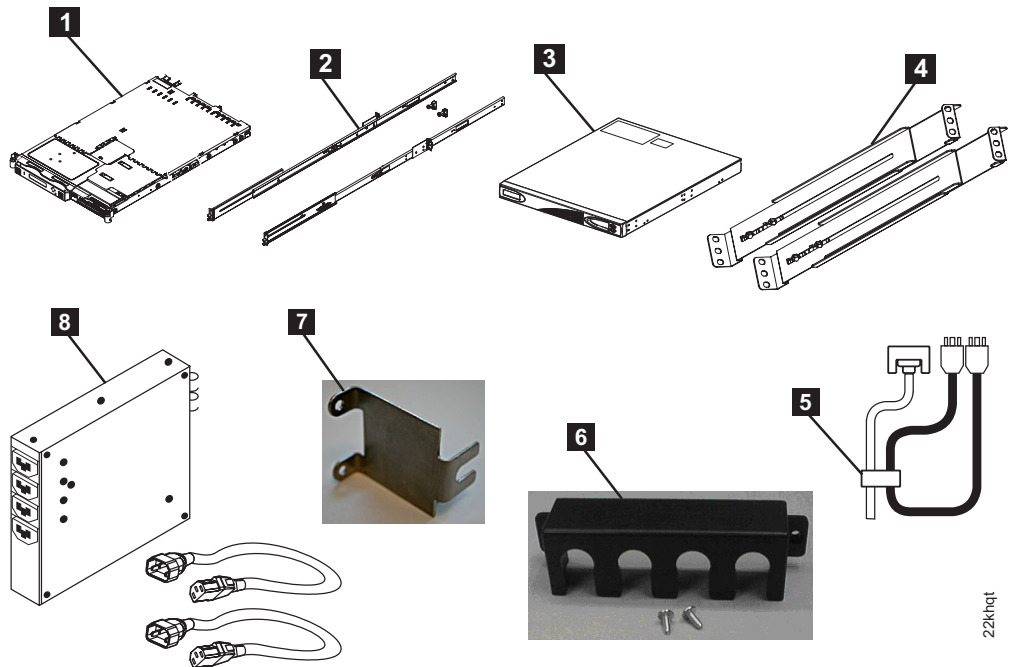

図 10. ラックへの SAN ボリューム・コントローラー・ハードウェアの取り付け用に提供される品目
2. 図 10 に示す部品を参照してすべての部品と数量をチェックし、すべてが揃っていることを確認します。欠落がある場合は、IBM 担当員に連絡してください。